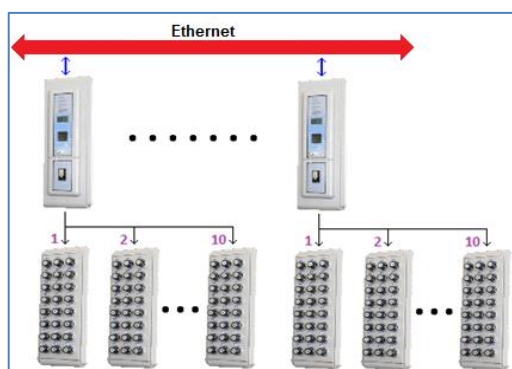

Рисунок 1-17 Схема подключения электронных сейфов для ключей по Ethernet
- по Ethernet (см. Рисунок 1-17).